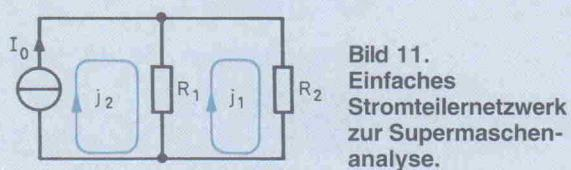

Bild 11.
Hier noch einmal alle Schritte des Algorithmus erläutert an dem Netzwerk aus Bild 11:
3. Das Einsetzen der Stromquelle schließt eine zweite Schleife, die wie in Bild 11 gewählt und mit dem Schleifenstrom j_2 assoziiert wird.